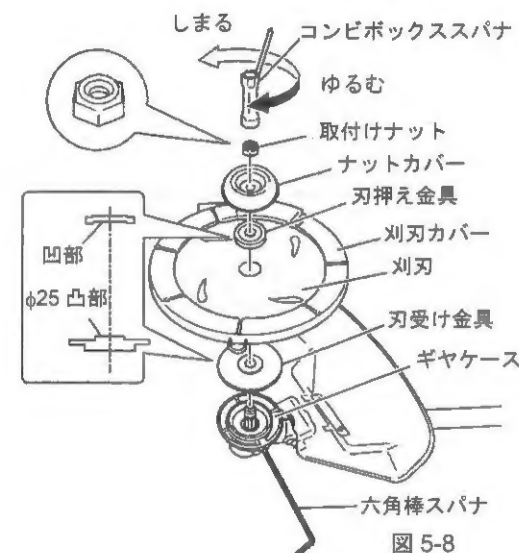

図 5-8
- (3) 刈刃の取付けは、刃受け金具に刈刃 (刃の向きを確認して)、刃押え金具、ナットカバーの順序で組付けます。(図 5-8、9)